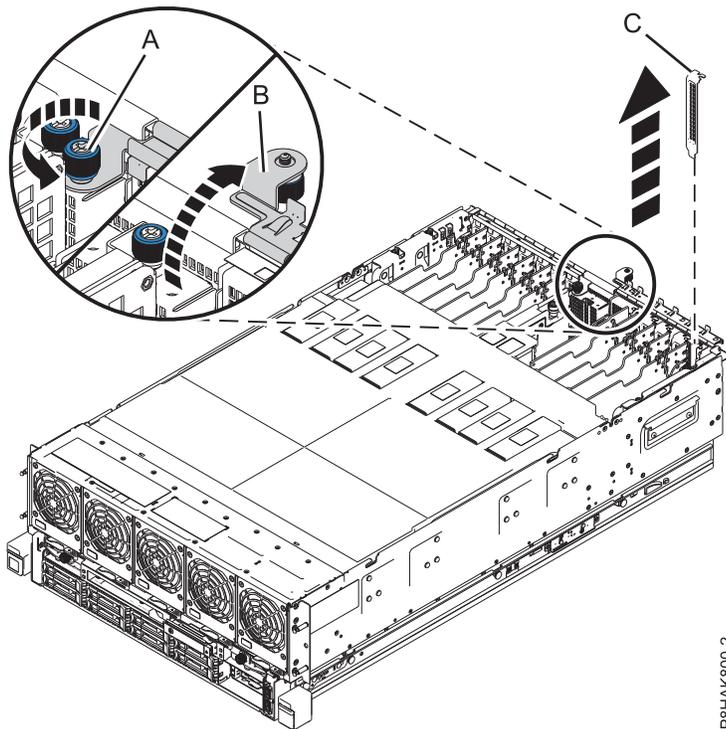

Abbildung 11. Platzhalterelement aus einem PCIe-Adaptersteckplatz aus dem System vom Typ 8408-44E oder 8408-E8E ausbauen
- a. Lösen Sie die Rändelschraube der E/A-Halterung, bis diese vollständig gelöst ist. Siehe **(A)** in Abb. 11 auf Seite 18.
- b. Öffnen Sie die E/A-Halterung, indem Sie sie nach oben und weg vom System drehen. Siehe **(B)** in Abb. 11 auf Seite 18.
- c. Fassen Sie zum Ausbauen des Platzhalterelements **(C)** dieses vorsichtig an der oberen Kante oder am oberen Haltesteg und bauen Sie es aus dem System aus. Siehe Abb. 11 auf Seite 18.